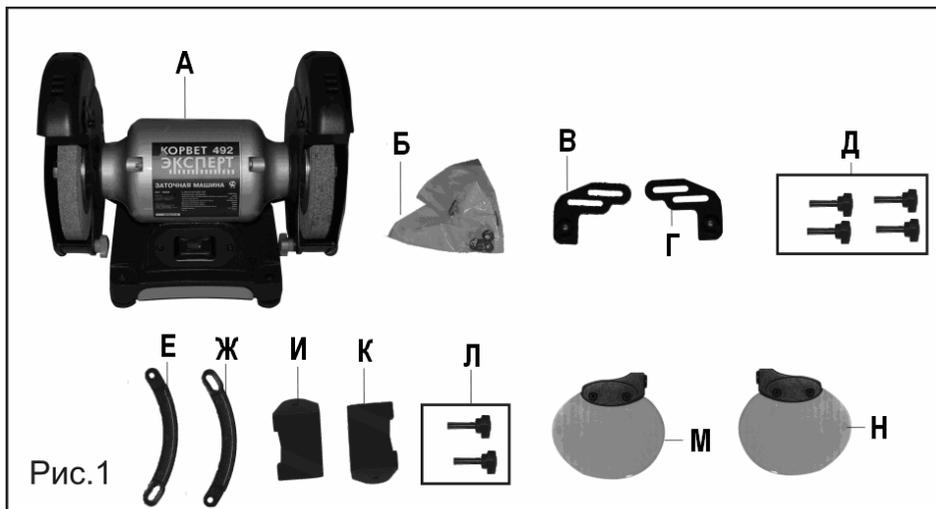

Рис. 1
В комплект поставки входит, Рис. 1:
**Внимание: Во время сборки машины шнур питания (19) должен быть отключен от электросети.**
9.1. Через специальные верхнюю и нижнюю прорези в держателе (4) установите и надежно закрепите его на кожухе (11) с помощью винта (3).
**Примечание: Устанавливая винты (3, 13, 10), используйте по одной на каждый из винтов плоскую и пружинную шайбы из комплекта шайб (Б), Рис. 1. Пружинную**
9.3. Винтом (1), Рис. 1, предварительно закрепите защитный экран (9) на держателе (12).